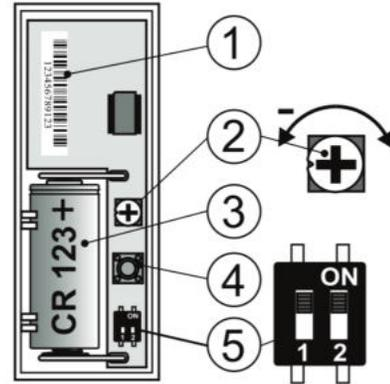

Abbildung 2: 1 – Seriennummer; 2 - Drehschalter zum Einstellen der Empfindlichkeit; 3 - CR-123A Batterie; 4 – Sabotagekontakt; 5 – Konfigurationsschalter
- Öffnen Sie den Deckel des Melders durch Eindrücken der Lasche, siehe Abbildung 2.